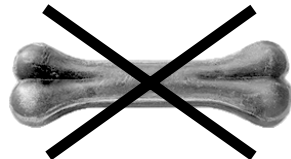

Abb. 23
- Diese Maschine ist zum Schneiden von nicht gefrorenen, knochenfreien Fleisch- und Wurstwaren entworfen worden (Abb.23). Jeder andere Gebrauch, einschließlich Gemüseschnitt, (siehe Norm EN1974) gilt als unzumekmäßig und ist gefährlich.